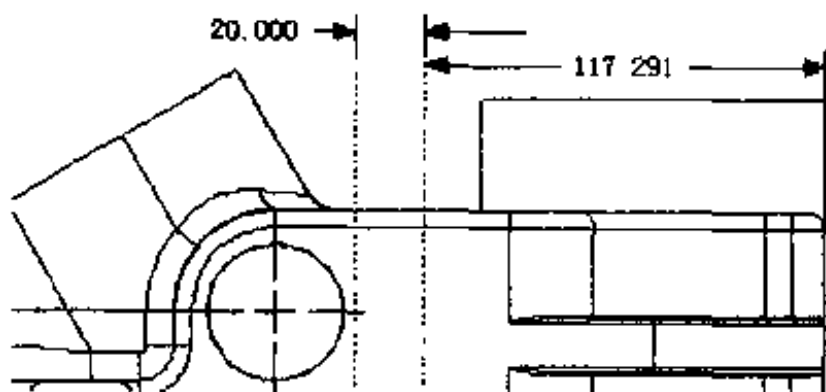

图 2.84 向参考线标注尺寸
- (4) 重复以上步骤，可以添加另一条参考线，使其偏移值为 30。
- (5) 向参考线添加智能标注，如图 2.84 所示。